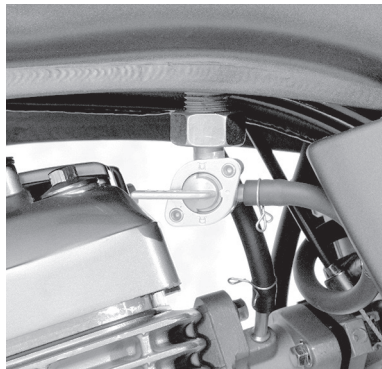

Рис. 8. Топливный кран
**Топливный кран** (рис. 8) имеет три положения: